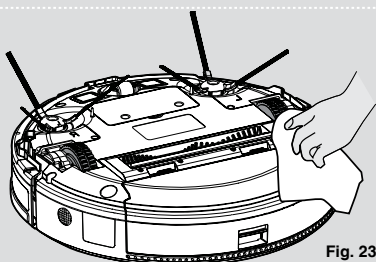

Fig. 23
3. Limpiar las ruedas con un paño seco. **[Fig. 23]**